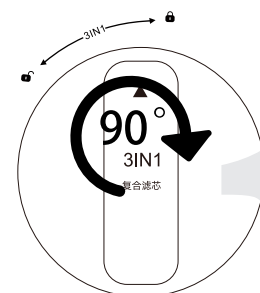

Figura 5
3. Presione suavemente el elemento del filtro y gírelo 90° en el sentido de las agujas del reloj, asegúrese de que el icono del triángulo en la parte superior del elemento del filtro apunte en  el icono de la **figura 5**.